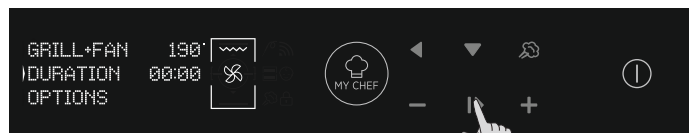

Figura 11
- Pressione PARA BAIXO para alterar a duração da cozedura. Isso é feito pressionando os botões MAIS e MENOS enquanto a seta é exibida no separador DURAÇÃO. Pressionar OK para iniciar a cozedura ou BACK para voltar à configuração da temperatura. (Figura 11)